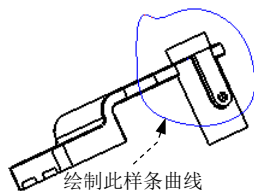

图 11.2.19 绘制剖视图的边界线
② 在系统在当前视图上草绘样条来定义外部边界。的提示下,直接绘制图 11.2.19 所示的样条曲线来定义部分视图的边界,然后单击应用按钮。